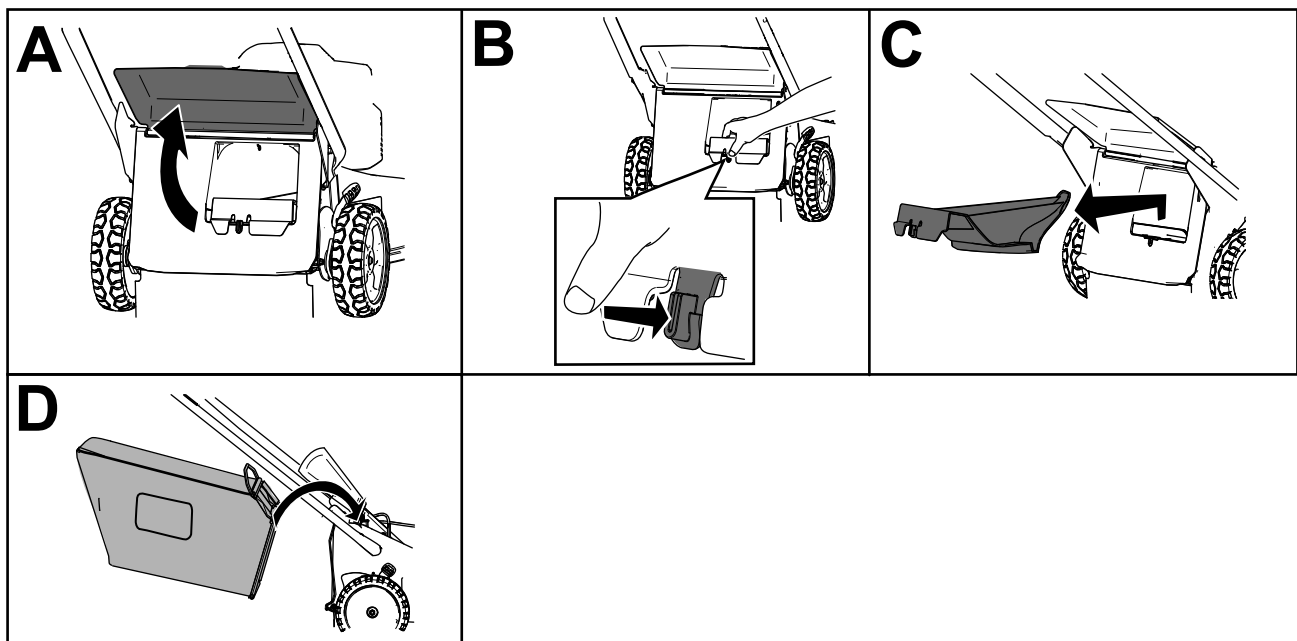

Figura 16
2. Sollevate il deflettore posteriore e tenetelo sollevato (A di Figura 16).
3. Rimuovete il coperchio di scarico posteriore premendo il fermo con il pollice ed estraendo il coperchio dalla macchina (B e C di Figura 16).
4. Installate le estremità dell'asta del cesto nelle tacche alla base della stegola e spostate il cesto avanti e indietro per accertare che le estremità dell'asta del cesto siano posizionate in fondo a entrambe le tacche (D di Figura 16).
3. Rimuovete l'asta sul cesto di raccolta dalle tacche alla base della stegola (A di Figura 16).
4. Installate il coperchio di scarico (B di Figura 16).
5. Abbassate il deflettore posteriore (C di Figura 16).